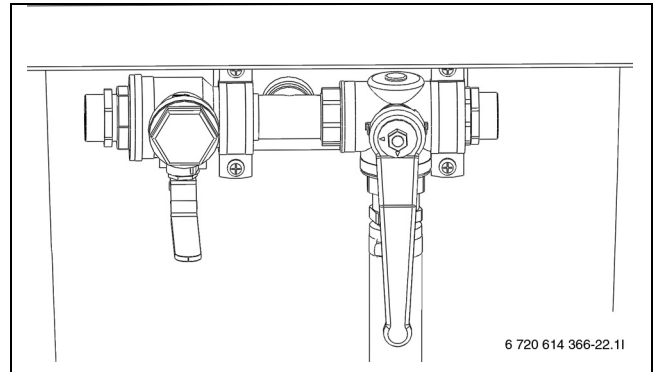

Bild 37 Påfyllnadsstation i blandningsläge
- ▶ Vrid ventilerna på påfyllnadsstationen så att de står i blandningsläge (→ Bild 37).